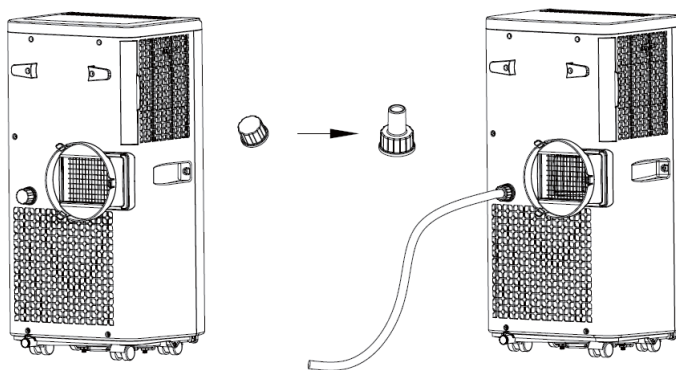

Рис.9
3. Установите трубу на сливном соединении (см. рисунок 9).